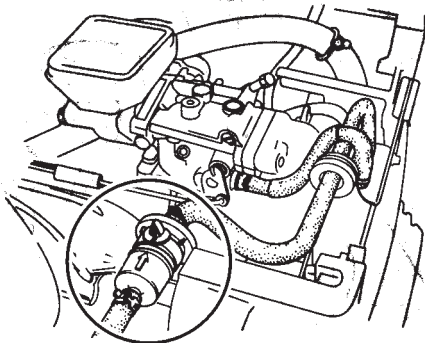

Figura 14. Filtro de combustible Honda
1. Reemplace el filtro del combustible del motor (Figura 14) cada 200 horas.